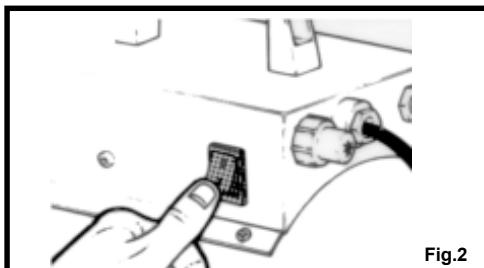

Fig.2
2. Azionare il ventilatore con l'interruttore a tasto bianco (vedi fig. 2).